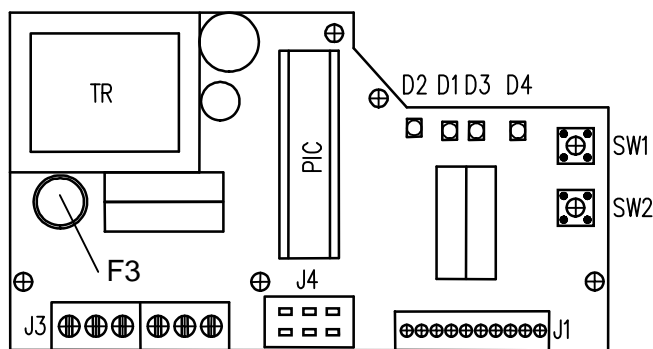

Рис. 7
3.6 Настройка регулятора положения (рис.7)
Размещение устанавливаемых и сигнализирующих элементов на доске регулятора REGADA находится на рис.7: